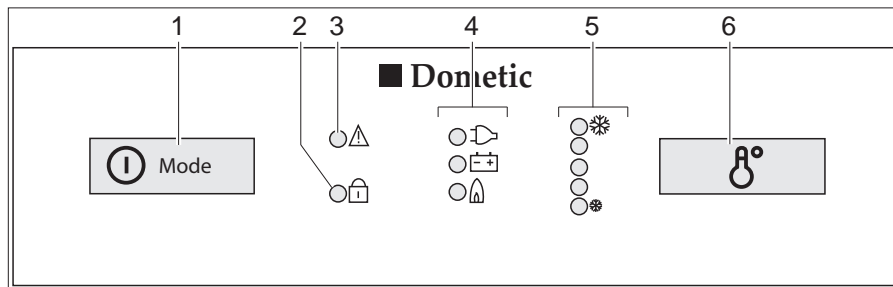

Fig. 226 Elementos de mando para el frigorífico (Dometic de la serie 8 con SMSE)
- Pulsar el conectador/selector de energía (Fig. 226,1) 2 segundos para conectar el aparato. Se ilumina el LED del último modo de funcionamiento seleccionado.
- Si fuera necesario, pulsar el conectador/selector de energía (Fig. 226,1) varias veces brevemente hasta que se ilumine el piloto gas "🔥". El suministro de gas está abierto. El encendido se realiza automáticamente. Se oye un sonido de tic-tac hasta que el proceso de encendido se haya llevado a cabo con éxito.
- Ajustar la temperatura de refrigeración con el conmutador para el ajuste de la temperatura (Fig. 226,6).
- Pulsar el conector/selector de energía (Fig. 226,1) 2 segundos para conectar el aparato. Se ilumina el LED del último modo de funcionamiento seleccionado.
- Si fuera necesario, pulsar el conector/selector de energía (Fig. 226,1) varias veces brevemente hasta que se ilumine el piloto 230 V "⚡".
- Si fuera necesario, pulsar el conector/selector de energía (Fig. 226,1) varias veces brevemente hasta que se ilumine el piloto 12 V "⊕-⊖".